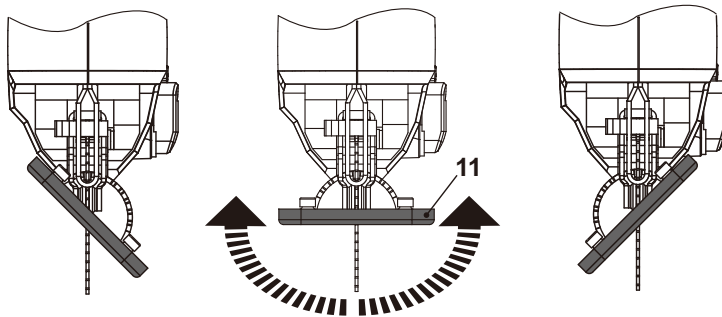

Fig. 8
> Incline la placa base (11) para ajustar el ángulo de corte requerido (Fig. 8).